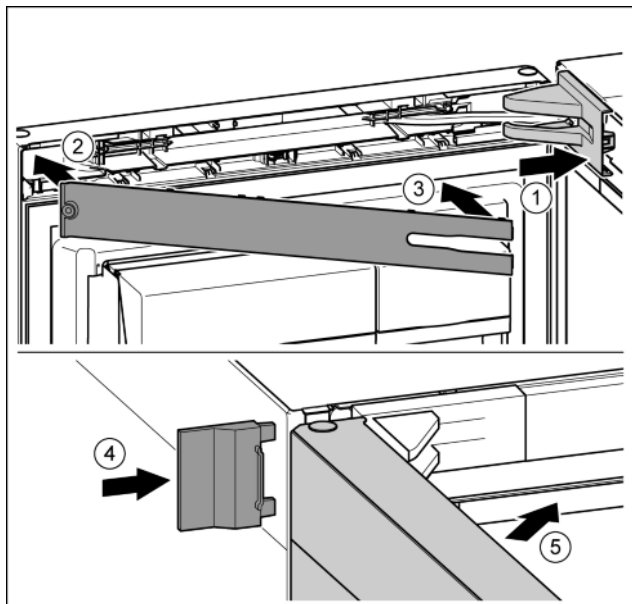

Fig. 41
- ▶ Крышку опорного кронштейна установить и зафиксировать, при необходимости, осторожно разрезать. Fig. 41 (1)
- ▶ Установить накладку. Fig. 41 (2)
- ▶ Наклонить и защелкнуть накладку. Fig. 41 (3)
- ▶ Надвинуть внешнюю крышку. Fig. 41 (4)
- ▶ Закрывать верхнюю дверь. Fig. 41 (5)